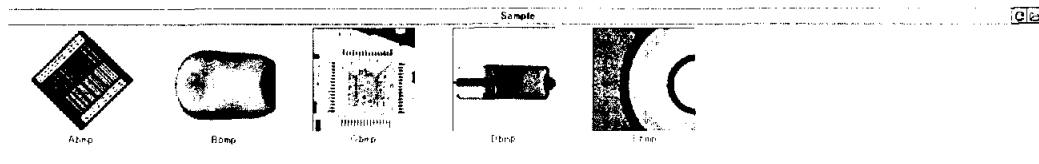

図4 画面下部の画像一覧
③画面下部には、図4のように、指定フォルダー内の画像ファイルの縮小プレビュー用画面を用意しており、画像の内容を確認することが可能である。一覧表示になっており、選択しやすい画面デザインとなっている。縮小表示された画像をダブルクリックすることで、画面中央の広いスペースに画像を展開して表示することが可能である。